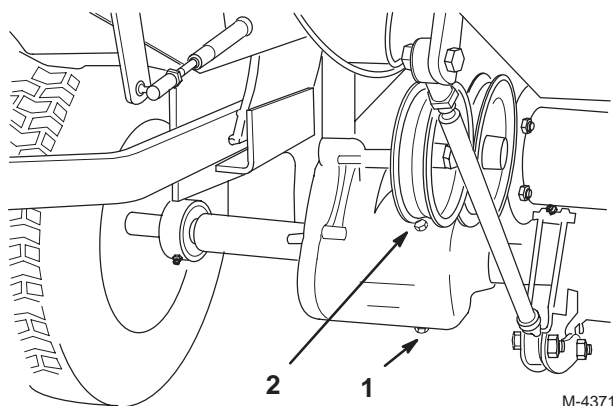

Figure 38
2. Nettoyez la surface autour du bouchon de vidange du pont et placez un bac de vidange au-dessous (Fig. 38).
3. Enlevez le bouchon de vidange et laissez s'écouler l'huile dans le bac (Fig. 38). Remettez le bouchon de vidange quand toute l'huile s'est écoulée.
4. Enlevez le bouchon de remplissage et faites le plein d'huile SAE EP-90 (14,9 cl environ) jusqu'au bouchon (Fig. 38).